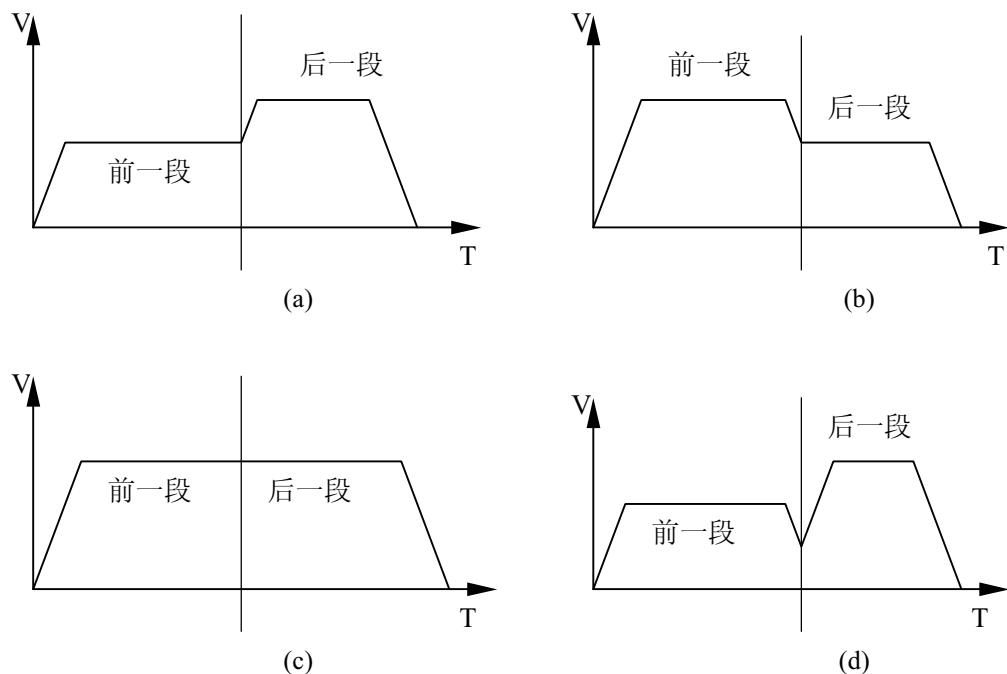

图 5-4 轨迹转接点速度策略
**策略 1：**在插补轨迹段转接点，首先考虑两段轨迹速度的自然过渡，合成速度按照设定的速度和加速度加减速。同时确认各相关运动轴的加速度没有超过各轴设定的加速度极限。如果超过加速度极限，则采用策略 2。此时，为满足用户设定的运动速度要求，采用减速段发生在前一段轨迹，加速段发生在后一段轨迹的策略（图 5-4(a)(b)(c)）。这将保证在任一段运动轨迹上，运动的合成速度都不会超过用户设定的最大速度。
发生在后一段轨迹的策略。(图 5-4(d))